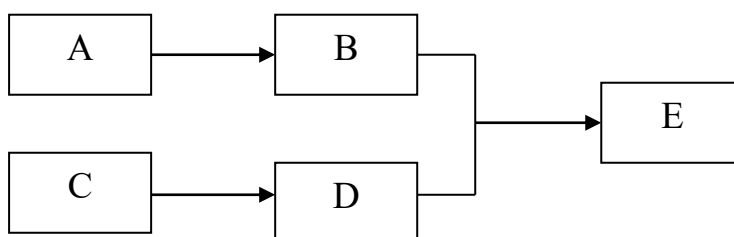

Рис. 4.3 Графік передування
**Графіки передування (РДМ)** почали використовуватися у 60-х роках минулого століття. На відміну від стрілчастих, роботи подано у вигляді прямокутників, а стрілками позначають логічні зв'язки (рис. 4.3).